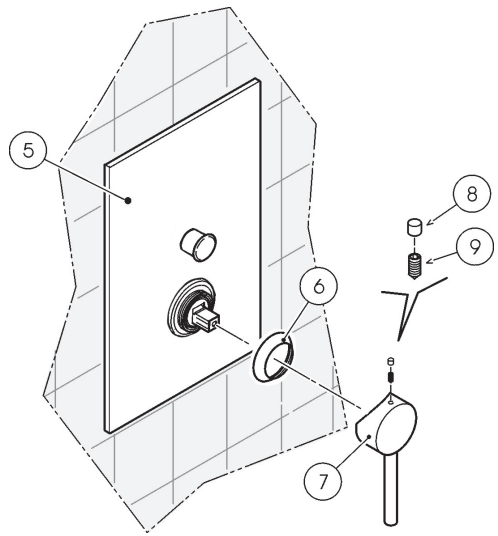

Fig. 16
- Montare il rosone di copertura (5); (Fig.16)
- Avvitare la coprighiera (6) e montare la maniglia di erogazione/miscelazione (7),
- Bloccare con il grano (9) e chiudere con il tappo (8). (Fig.16)
- Mount wall trim (5) (Fig 16);
- Screw in the nut lock nut cover (6) and mount the supply/mixer lever (7).
- Fasten with the grub screw (9) and seal with the cap (8) (Fig. 16).